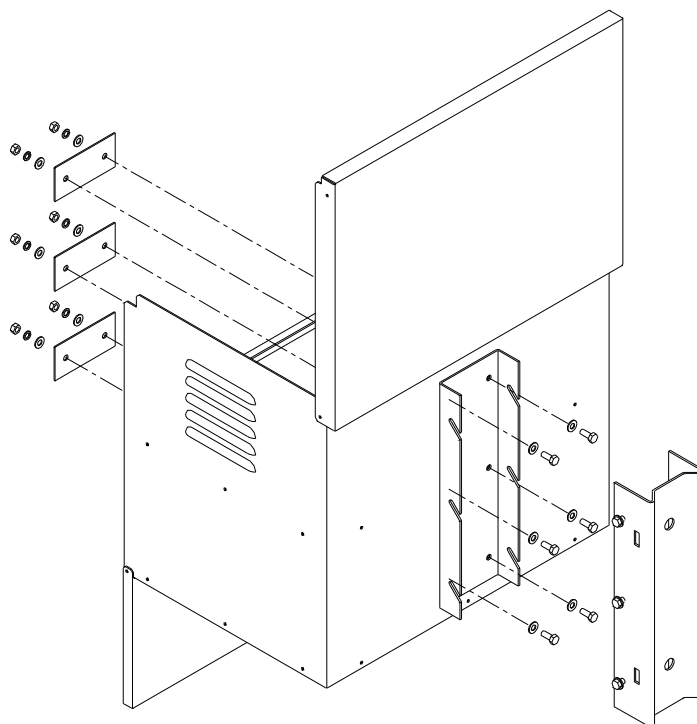

Figura 2. Instalação do Suporte no Gabinete Externo.
2. Remova o kit localizado no compartimento de baterias e execute a instalação do suporte como é mostrado na figura 2;